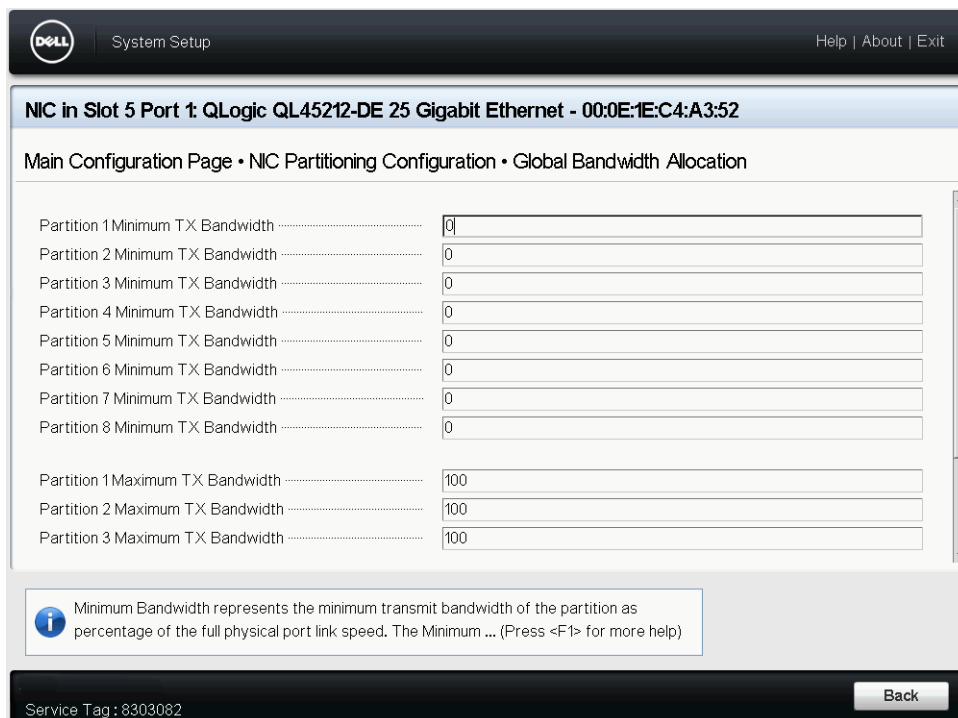

Figure 5-12. Page Allocation de bande passante globale : Mode NPAREP activé
3. Sur la page Allocation de la bande passante globale (Figure 5-12), cliquez sur le champ de bande passante d'émission (TX) maximale et minimale pour chaque partition, afin d'allouer de la bande passante. Il y a quatre partitions par port si le mode NPAREP est désactivé et huit partitions par port si le mode NPAREP est activé. Le mode NPAREP exige l'activation d'ARI dans le BIOS pour ce logement PCI de l'adaptateur.